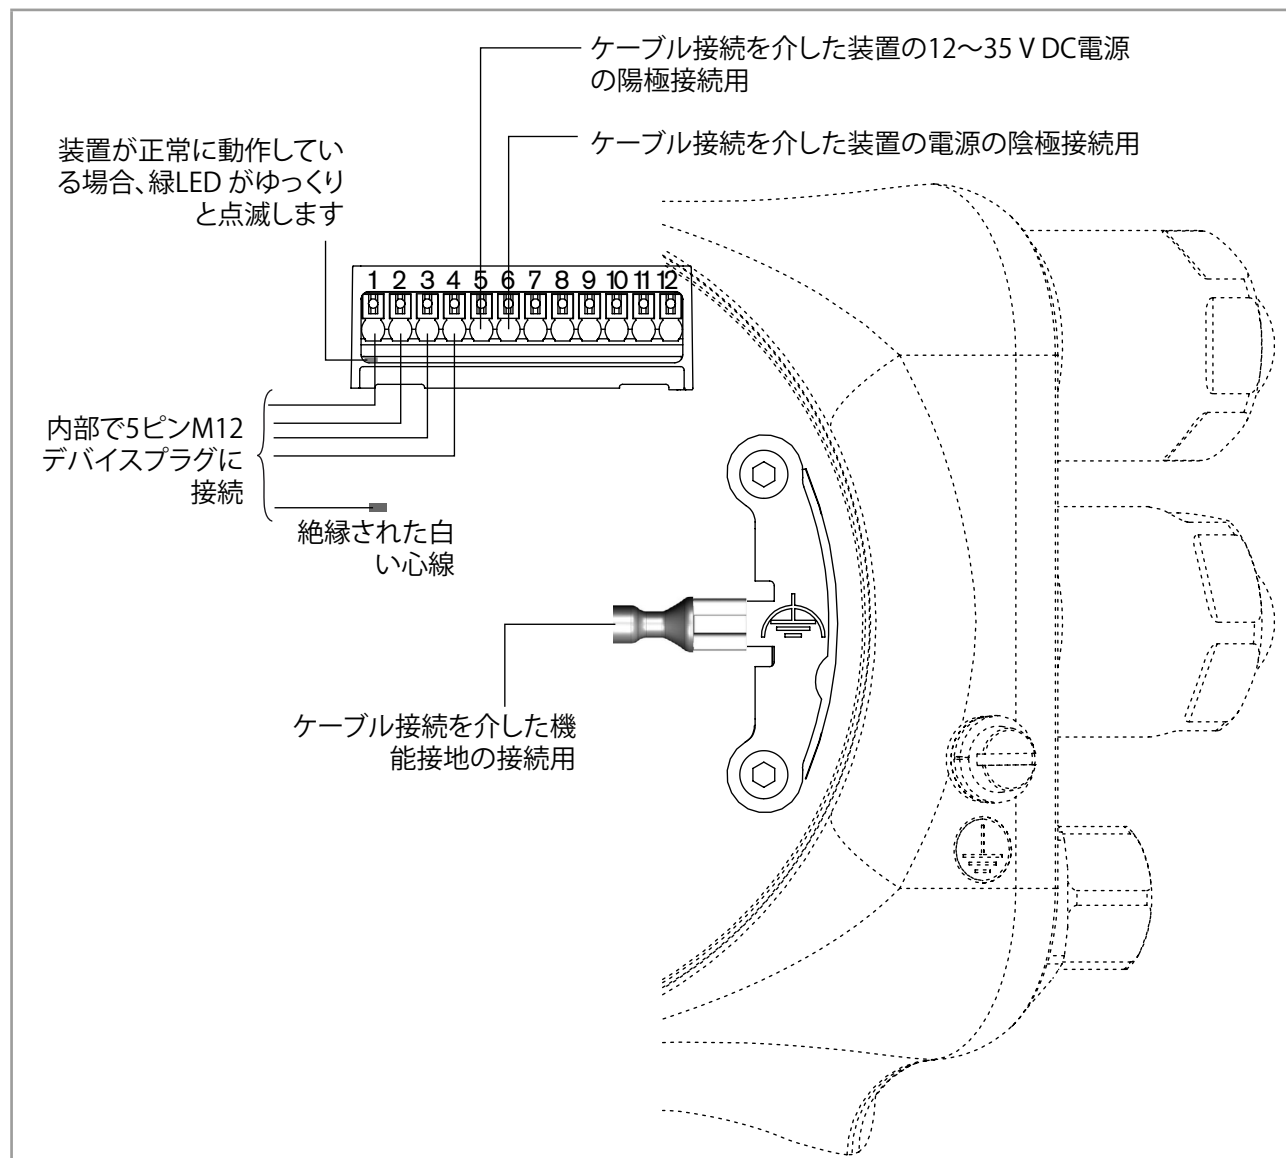

図 31: M20 x 1.5ケーブル接続を介した12～35 V DC電源の接続
- 電気ハウジングの機能接地プレート(8.13章の図 31を参照)、
3. 図 31のように電源を接続します。